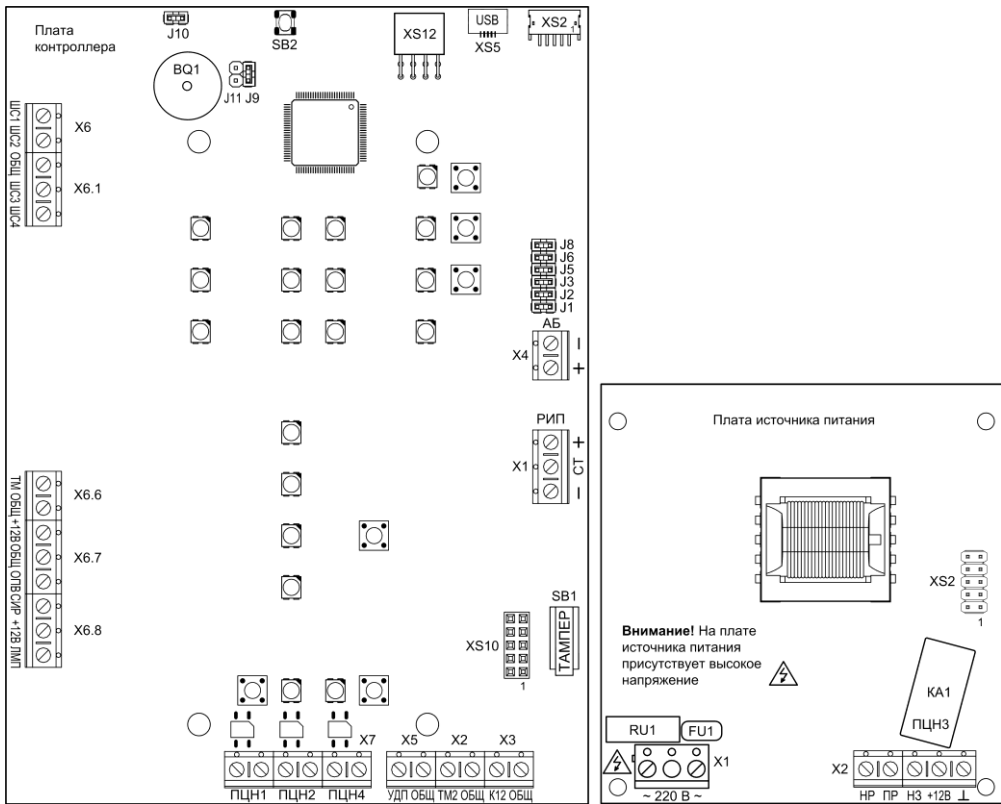
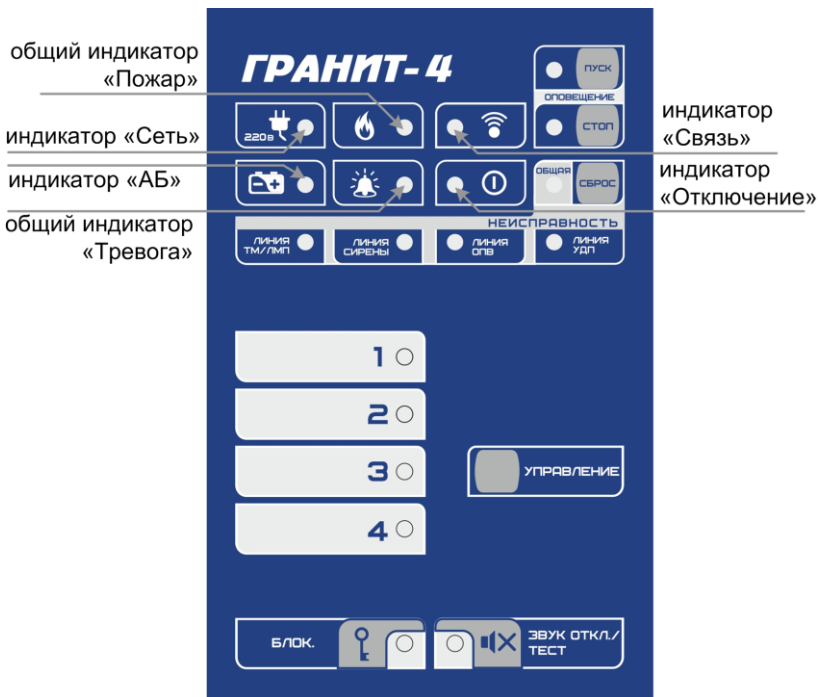

Рис.1 Внешний вид платы контроллера Гранит-4 и платы источника питания
Рис.2 Панель индикации и управления прибора Гранит-4
Прибор состоит из корпуса и съёмной крышки. В корпусе расположены плата контроллера и плата источника питания (рис.1). На плате контроллера установлена панель индикации и управления (рис.2).
3.1 На плате контроллера (рис.1) расположены следующие элементы:
3.2 На панель индикации и управления прибора (см. рис.2) выведены:
3.3 На плате источника питания (рис.1) расположены следующие элементы: